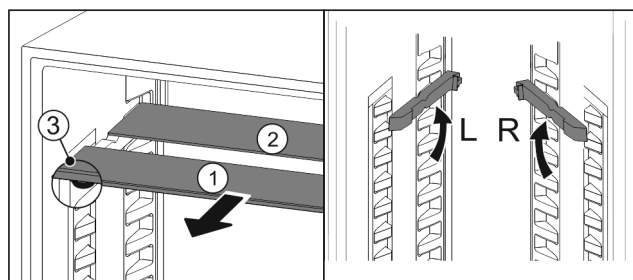

Fig. 123
- ▶ Wyciągnąć Fig. 123 (1) pojedynczo półki szklane do przodu.
- ▷ Płyta szklana Fig. 123 (1) z listwą ozdobną znajduje się z przodu.
- ▷ Stopery Fig. 123 (3) wskazują w dół.